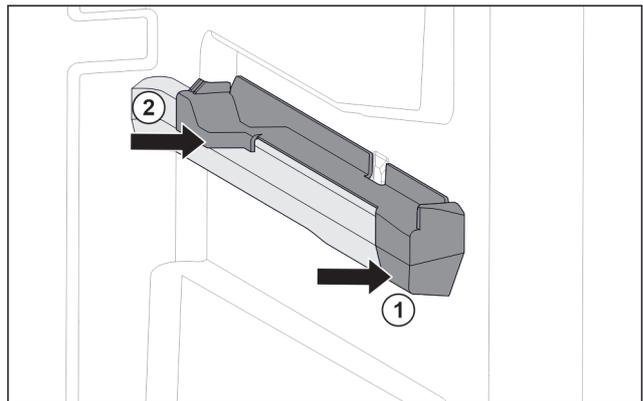

Fig. 126 Aufsteckteil auf der rechten Behälterrippe
- ▶ Aufsteckteil vorne an Behälterrippe ansetzen. Fig. 126 (1)
- ▶ Aufsteckteil hinten andrücken. Fig. 126 (2)